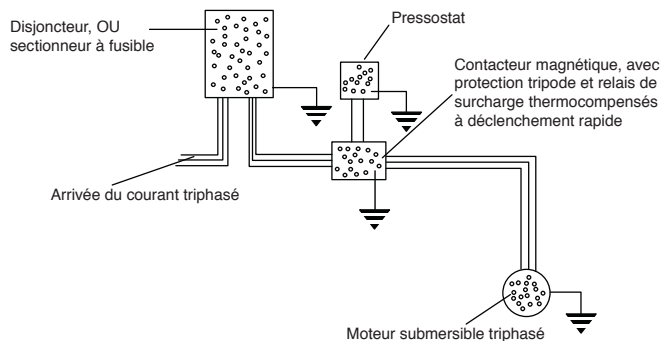

FIGURE 4
9. Une pompe trifilaire triphasée n'a pas besoin d'une boîte de commande. La Figure 4 illustre une installation à liaison trifilaire triphasée typique. Un contacteur magnétique, avec protection tripode et relais de surcharge thermocompensés à déclenchement rapide, doit être posé.